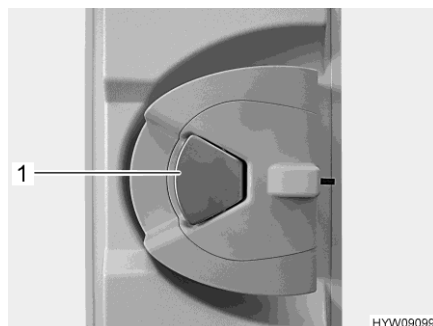

Fig. 54 Serrure de porte (porte cellule, intérieur)
- Quand la serrure de la porte est verrouillée : Tirer une fois sur la poignée de la porte (Fig. 54,1). La porte est déverrouillée.
- Tirer sur la poignée de la porte (Fig. 54,1). La porte est ouverte.
- Appuyer sur la poignée de la porte (Fig. 54,1).